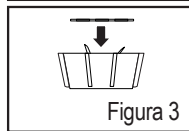

Figura 3
4. Coloque el anillo sellador con función candado sobre la cuchilla (Figura 3). Con cuidado, presione e introduzca el anillo sellador en la ranura final de la parte inferior enroscable.